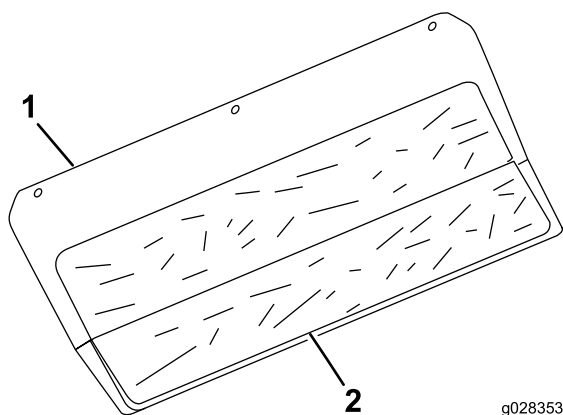

Figura 4
6. Retire o suporte e aplique o material autoadesivo da proteção térmica no lado do motor do painel traseiro, posicionando conforme indicado na Figura 4.